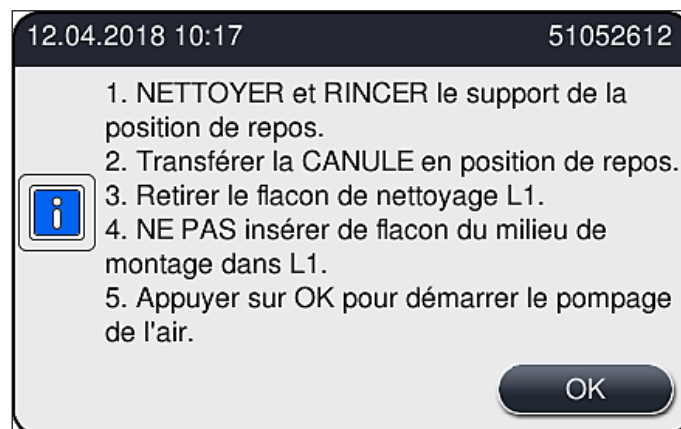

Fig. 106
4. Suivez les instructions du message d'information (→ Fig. 106) qui apparaît alors, et accusez réception du message en appuyant sur le bouton **OK**.